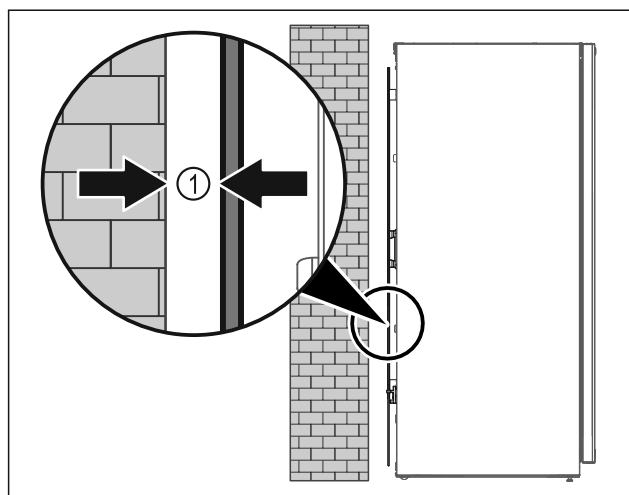

Fig. 9
- ▶ Uređaj je moguće postaviti ili slobodno u prostoriji ili izravno na zid na najmanjoj udaljenosti od 5 mm Fig. 9 (1).